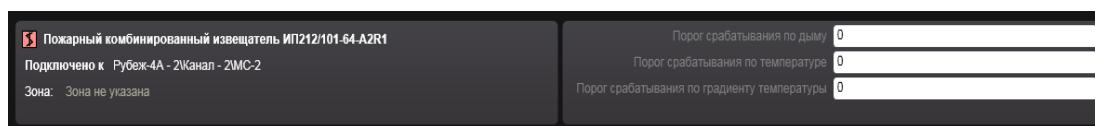

Рисунок 14.3.54 – Свойства адресного устройства ИП-64К
15) При выделенной в рабочей области строке адресного устройства ИП-64К поле свойств устройства отображает (Рисунок 14.3.54):